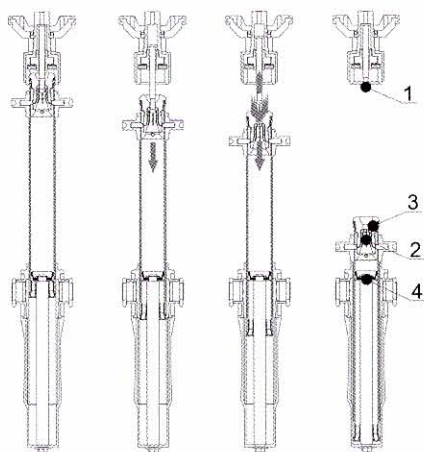

Рис.20. Система дугогашения выключателей нагрузки
Каждый подвижный контакт выключателя нагрузки оборудуется автокомпрессионным воздушным дугогасительным устройством (рис.20). Принцип действия дугогасительного устройства основан на гашении дуги продольным, по отношению к оси ствола дуги, потоком воздуха, возникающем вследствие уменьшения объема внутренней полости корпуса подвижного контакта во время выполнения операции отключения. Во время выполнения операции отключения вначале происходит размыкание главных контактов; при этом подвижный дугогасительный контакт движется вместе с подвижным главным контактом, удерживаемый дугогасительной розеткой. При достижении подвижным дугогасительным контактом положения упора, он останавливается, в то время как главный подвижный контакт продолжает движение. В этот момент происходит размыкание дугогасительных контактов, и между ними образуется электрическая дуга, которая гасится потоком воздуха, вытекающим из сопла (3) под действием поршня (4), расположенного внутри подвижного контакта. В то же время, подвижный дугогасительный контакт под действием возвратной пружины начинает двигаться в направлении, противоположном направлению движения подвижного главного контакта. Этим обеспечивается большая скорость увеличения межконтактного промежутка на начальной стадии гашения электрической дуги.